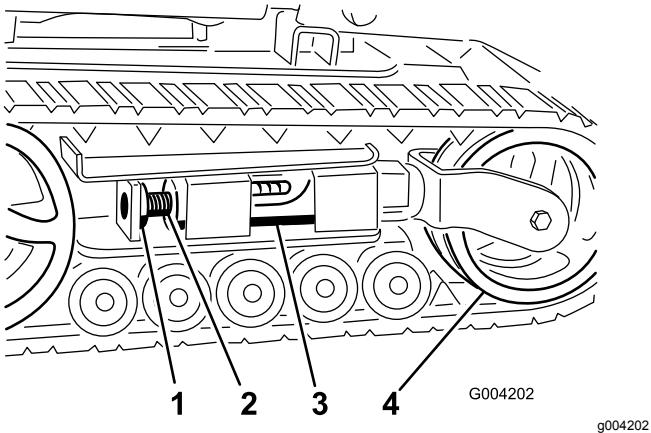
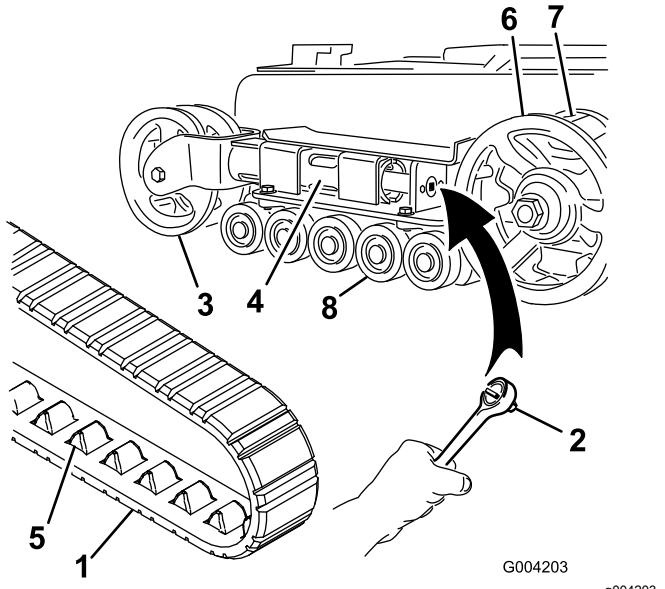
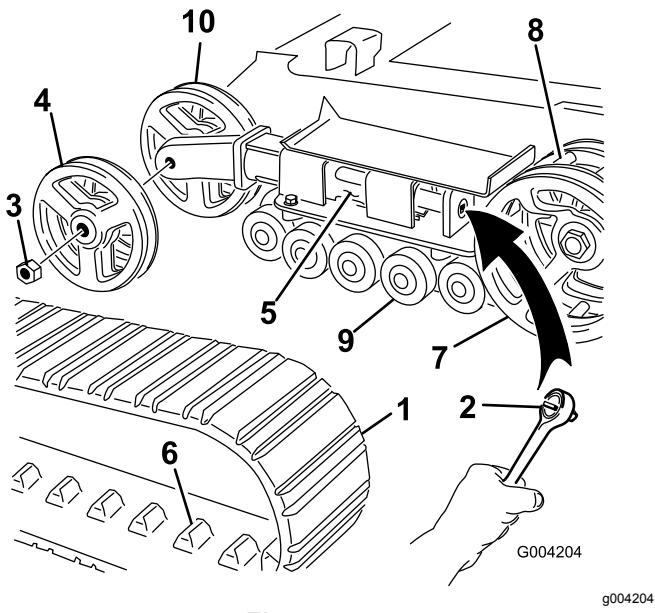

Figura 45
Figura 46
Figura 47
4. Retire el perno de bloqueo y la tuerca (Figura 45).
6. Alinee la muesca más próxima del tornillo tensor con el taladro del perno de bloqueo, y fije el tornillo con el perno de bloqueo y la tuerca (Figura 45).
Nota: Tiene orugas estrechas si las ruedas de tensión delanteras están montadas dentro de una horquilla en el extremo del tubo de tensión (Figura 46).
5. Usando una llave de carraca de $\frac{1}{2}$ ", alivie la tensión en la oruga girando el tornillo tensor en sentido horario (Figura 45 y Figura 46).
6. Empuje la rueda tensora hacia la parte de atrás de la unidad de tracción para mover el tubo tensor contra el bastidor (Figura 46). Si no toca el bastidor, siga girando el tornillo tensor hasta que lo toque.
8. Cuando haya retirado la oruga de la rueda tensora, retírela del piñón de arrastre y de las ruedas de rodaje (Figura 46).
9. Empezando en la rueda motriz, pase la oruga nueva alrededor de dicha rueda, asegurándose de que los salientes de la oruga encajen entre los dientes del piñón (Figura 46).
10. Empuje la oruga por debajo de y entre las ruedas de rodaje (Figura 46).
Nota: Tiene orugas estrechas si las ruedas de tensión delanteras están montadas en los laterales del extremo del tubo de tensión (Figura 47).
5. Usando una llave de carraca de $\frac{1}{2}$ ", alivie la tensión en la oruga girando el tornillo tensor en sentido horario (Figura 45 y Figura 47).
6. Empuje la rueda tensora hacia la parte de atrás de la unidad de tracción para mover el tubo tensor contra el bastidor (Figura 47).
7. Retire la tuerca que fija la rueda tensora exterior y retire la rueda (Figura 47).
8. Retire la oruga (Figura 47).
9. Retire la tuerca que fija la rueda tensora interior y retire la rueda (Figura 47).
13. Instale la rueda tensora interior y fíjela con la tuerca que retiró anteriormente (Figura 47).
15. Instale la oruga nueva, asegurándose de que los salientes de la oruga encajen entre los dientes del centro la rueda motriz (Figura 47).
16. Instale la rueda tensora exterior y fíjela con la tuerca que retiró anteriormente (Figura 47).
6. Coloque el tapón engrasado sobre la cabeza del perno (Figura 46).
7. Sujete el tapón de la rueda de rodaje con la anilla a presión (Figura 46).